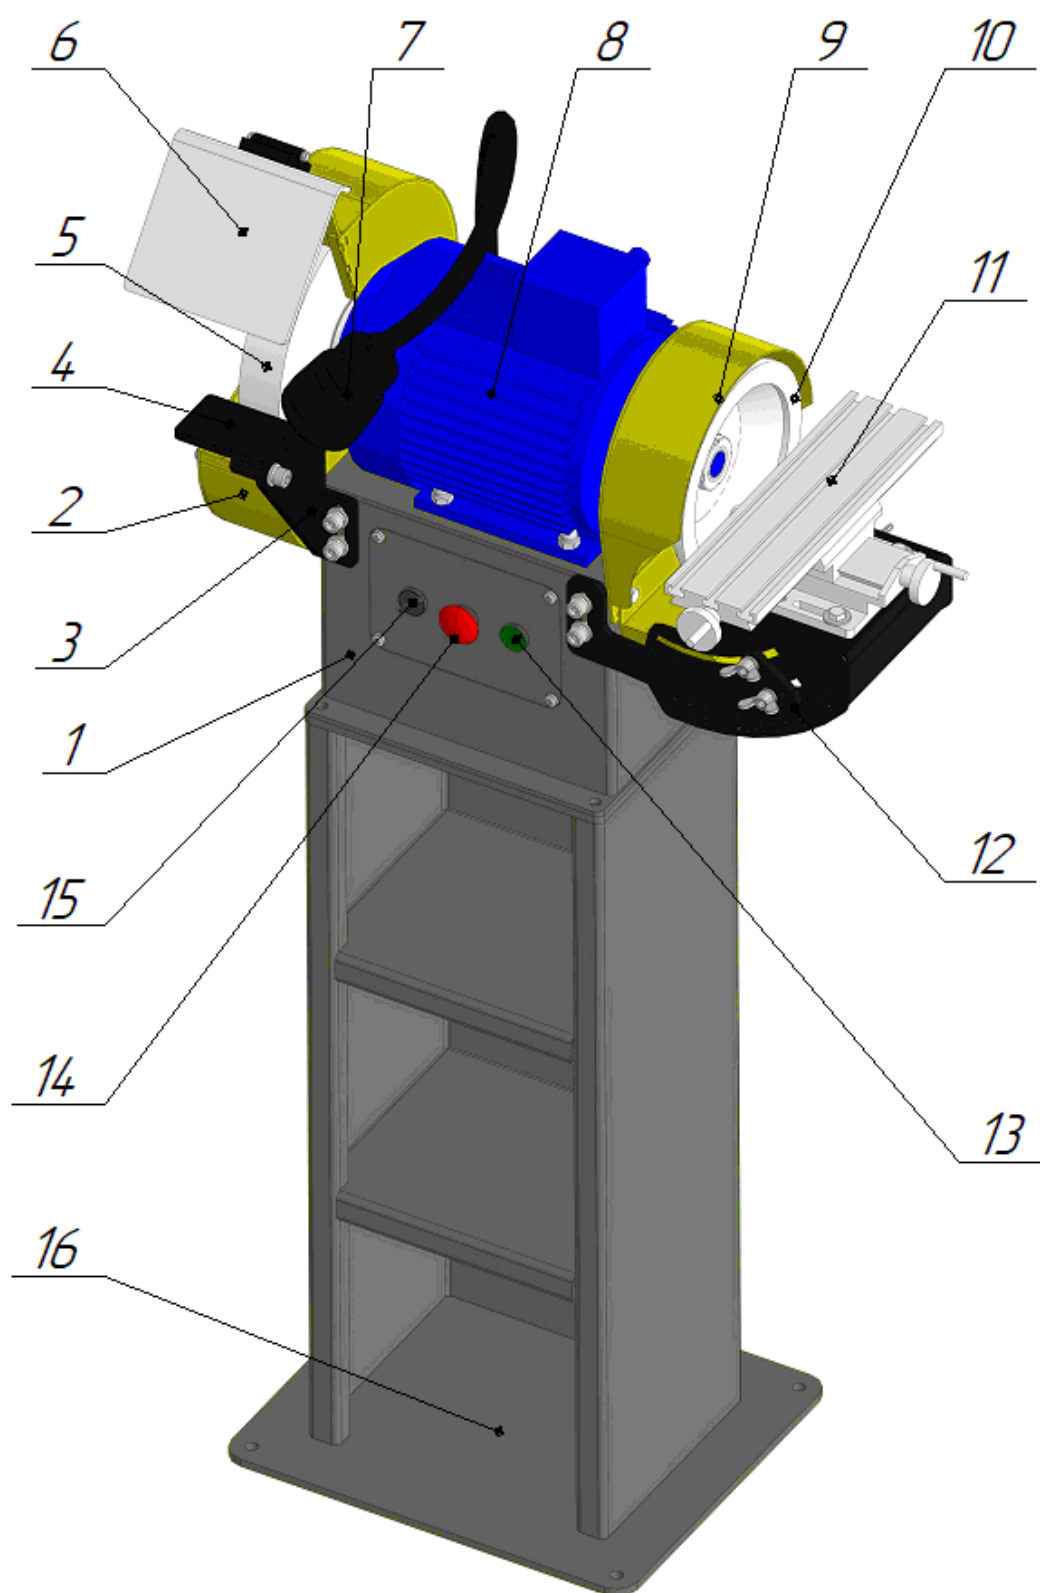

Рис. 4 Общая компоновка станка.
6.1 Изображение станка с обозначением составных частей и основных деталей приведено на рис. 4.
## 6.2 Общая компоновка станков (Рис. 4).